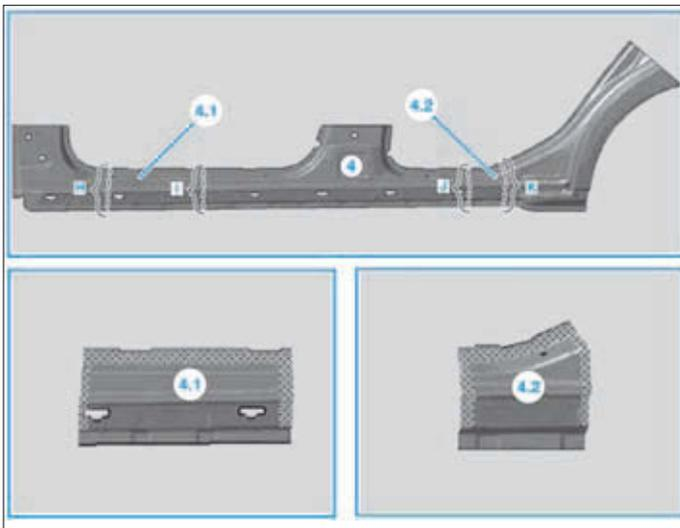

FIG. 78
- sur le longeron latéral (4) dans les zones (H, I, J et K) (Fig.78),